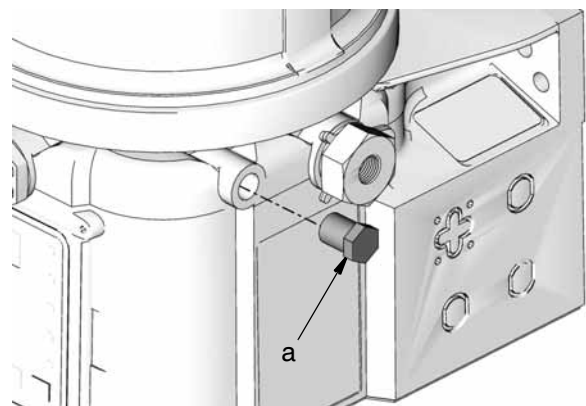

ABB. 2
3. Lösen Sie den Stopfen (a) mithilfe eines Schraubenschlüssels aus der Rückkehrposition. Nehmen Sie den Stopfen von der Anschlussöffnung (ABB. 2).